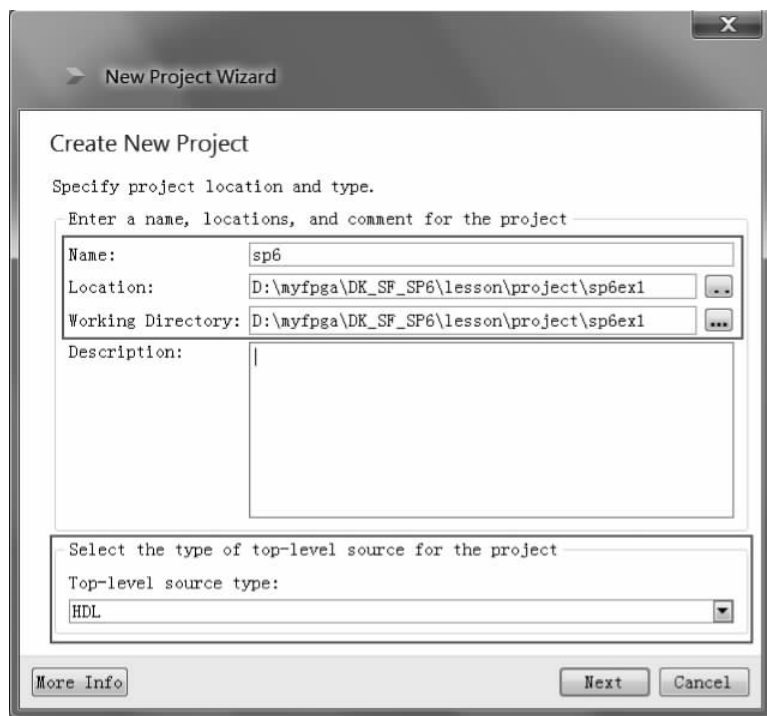

图 5.2 工程名和路径设置
(1) Name 一栏输入工程名称,这里建议输入 sp6 作为工程名称。
(2) Location 一栏输入工程所在的文件夹路径,“D:\myfpga\DK_SF_SP6\lesson\project”即前面创建的专用于存放 FPGA 实例工程的文件夹。其中最后一级的名称在输入 Name 后自动产生,即为“D:\myfpga\DK_SF_SP6\lesson\project\sp6”,建议最后一级自动创建的文件夹由 sp6 修改为“sp6ex1”。
- (3) Working Directory 一栏的路径和 Location 一栏一致即可。
- (4) Top-level source type 选择 HDL,即以 HDL 方式作为设计工程的顶层模块。
- 设置完成如图 5.2 所示。